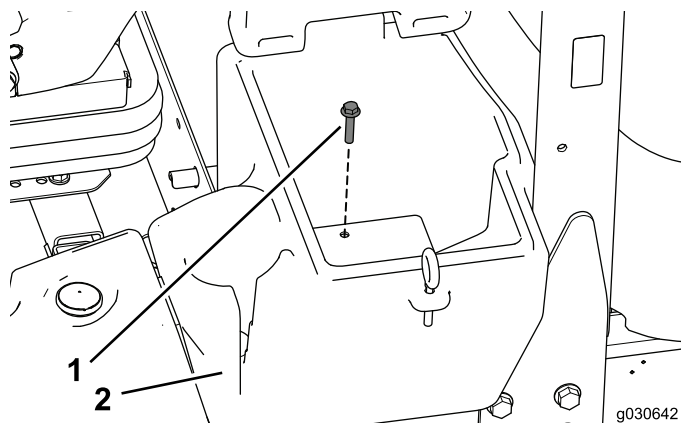

Figure 1
1. Retirez le boulon de fixation du bac de rangement situé sur le côté gauche de la machine (Figure 1) et mettez-le de côté.